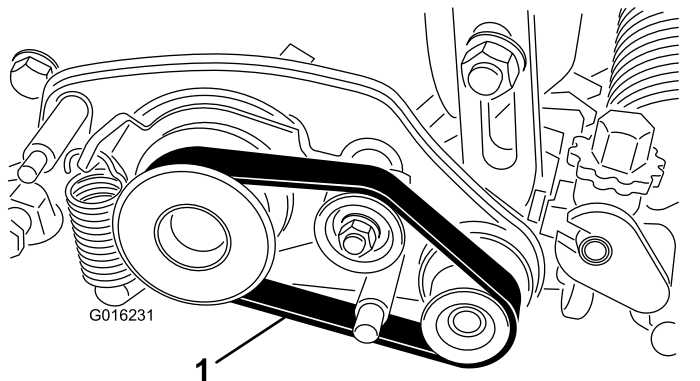

Рисунок 17
- Наденьте ремень на ведущий, натяжной и ведомый шкивы, как показано на Рисунок 17.